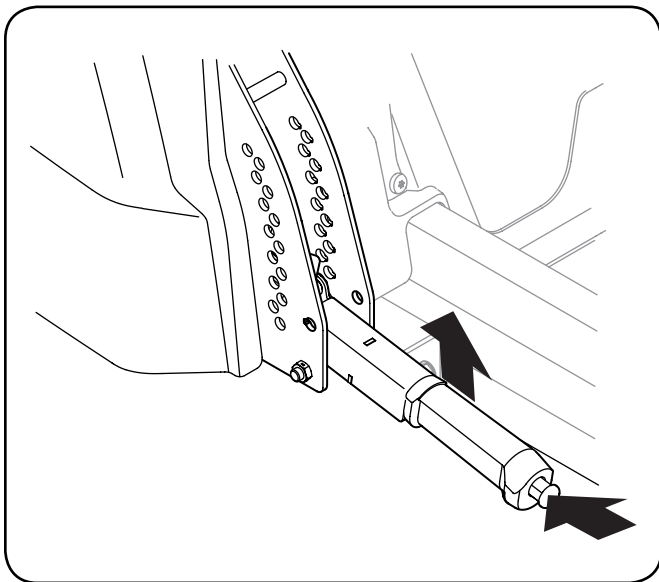

Figura 20
3. Use la manija de elevación de la plataforma para elevarla a la posición más alta al oprimir el botón que está en el extremo de la manija y al tirar hacia arriba. Compruebe que la traba se enganche en el pasador. Vea la Figura 20.